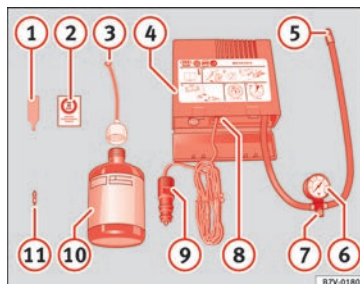

Fig. 68 Représentation standard : contenu du kit anticrevaison.
- Dévissez le capuchon et l'obus de la valve du pneu. Utilisez l'appareil » **fig. 68 ①** pour extraire l'obus. Placez-le sur une surface propre.
- Agitez fortement la bouteille de produit de colmatage des pneus » **fig. 68 ⑩**.
- Vissez le tuyau de gonflage » **fig. 68 ③** sur la bouteille de produit de colmatage. Le
- Retirez le bouchon du tuyau de remplissage » **fig. 68 ③**, puis vissez l'extrémité ouverte du tuyau sur la valve du pneu.
- Placez de nouveau l'obus de valve sur la valve du pneu avec l'outil » **fig. 68 ①**.
- Vissez le tuyau de gonflage du pneu du compresseur » **fig. 68 ⑤** sur la valve du pneu.
- Vérifiez si la vis d'évacuation d'air est serrée » **fig. 68 ⑦**.
- Branchez le connecteur » **fig. 68 ⑨** à une prise de courant de 12 volts du véhicule » **page 156**.
- Raccordez le compresseur d'air au commutateur ON/OFF » **fig. 68 ⑧**.